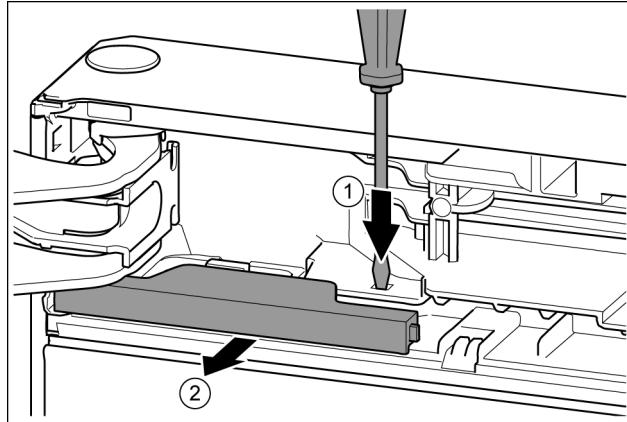

Fig. 9
- ▶ 用带槽螺丝刀按住接片。Fig. 9(1)
- ▶ 将盖板从闭锁中拉出。Fig. 9(2)